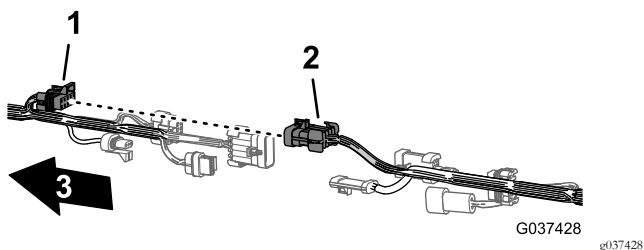
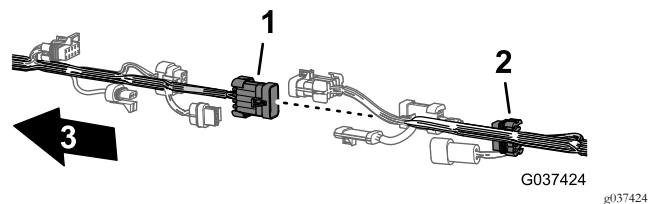

Figura 15
Figura 19
2. Scollegate le 6 paia di connettori tra il cablaggio preassemblato anteriore e posteriore, come illustrato dalla Figura 15 alla Figura 19.